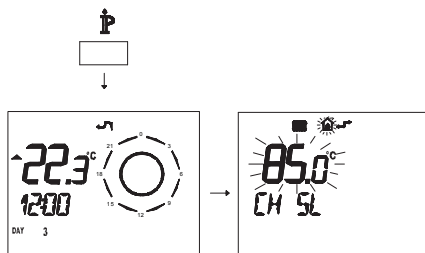

Figura 5.25
- Premere per più di 3 secondi il pulsante para per entrare in modalità INFO (Figura 5.25).